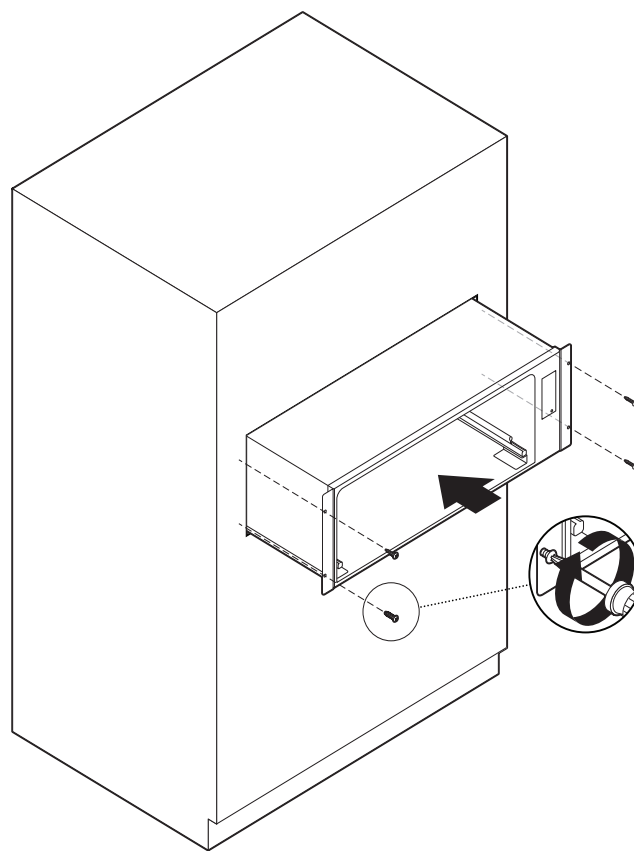

Figure 9 : Installation du tiroir-réchaud
- Fixez quatre (4) vis cruciformes en acier inoxydable dans les trous du panneau avant (*Figure 9*).